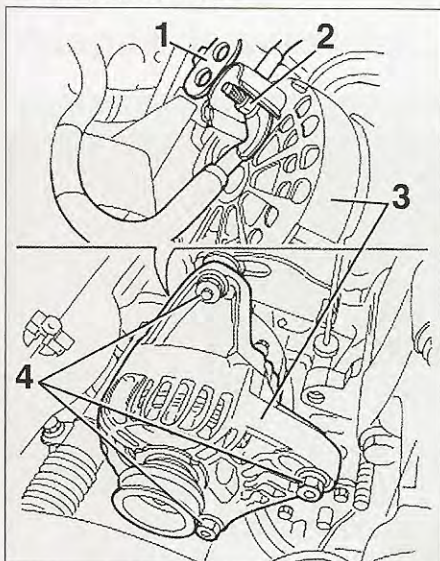

FIG. 11
- Abrir la tapa de protección (1) del terminal de conexión (2) del alternador (3) (fig. 11).
- Desmontar los tornillos de fijación (4) de alternador.